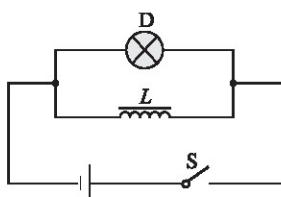

图 1-6-2 断电时的自感
2. 如图 1-6-2 电路所示，把灯泡 D 和带铁芯的线圈 L 并联在直流电路中，接通电路。待灯泡 D 正常发光后，断开电路，观察灯泡 D 亮度的变化。
在图 1-6-2 中电路断开的瞬间，通过线圈的电流突然减弱，穿过线圈的磁通量迅速减少，因而在线圈中产生较大的感应电动势。尽管这时电路已经断开，但线圈 L 和灯泡 D 组成闭合电路，在这个电路中仍有电流存在，所以灯泡在